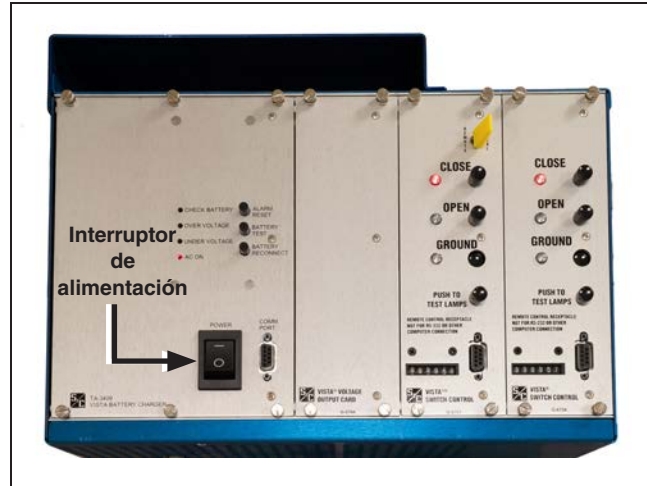

Figura 100. Un rack de interruptores Vista con LED de CIERRE, APERTURA y TIERRA y controles.
PASO 1. Cuando todos los pasos anteriores se hayan completado con éxito, encienda el interruptor de la fuente de alimentación. Ver Figura 100.